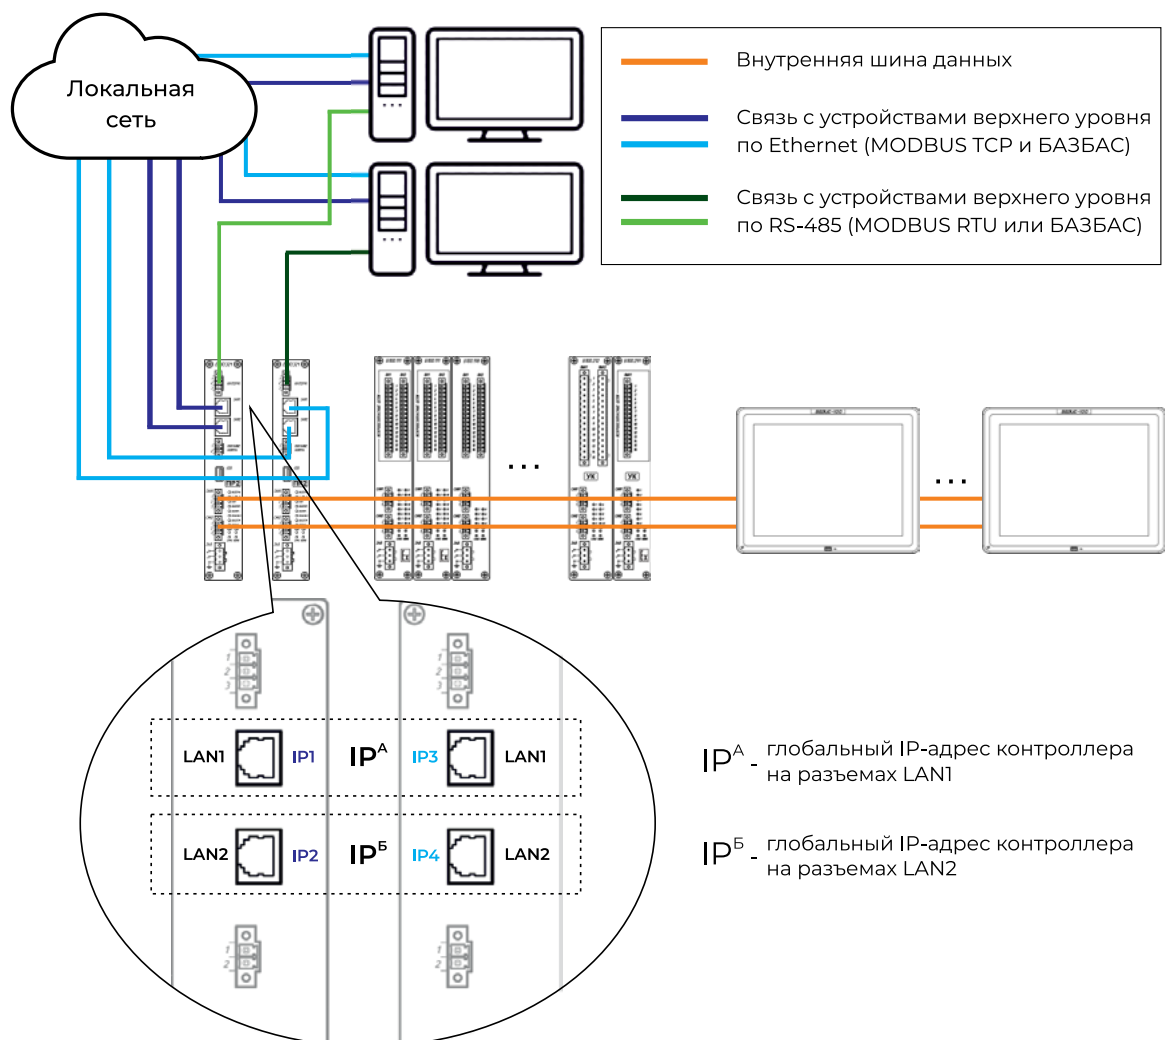

Рис. 2.5. Пример схемы резервирования связи контроллера с устройствами верхнего уровня (ПР2)
- ▶ ПР2 *Рис. 2.5 на с. 26*
Для резервирования линии связи с устройствами верхнего уровня, в которых не предусмотрена смена IP-адреса, для опроса контроллера используется глобальный IP-адрес (*Рис. 2.5 на с. 26*). Он остается закрепленным за контроллером в случае выхода из строя основного процессорного модуля.